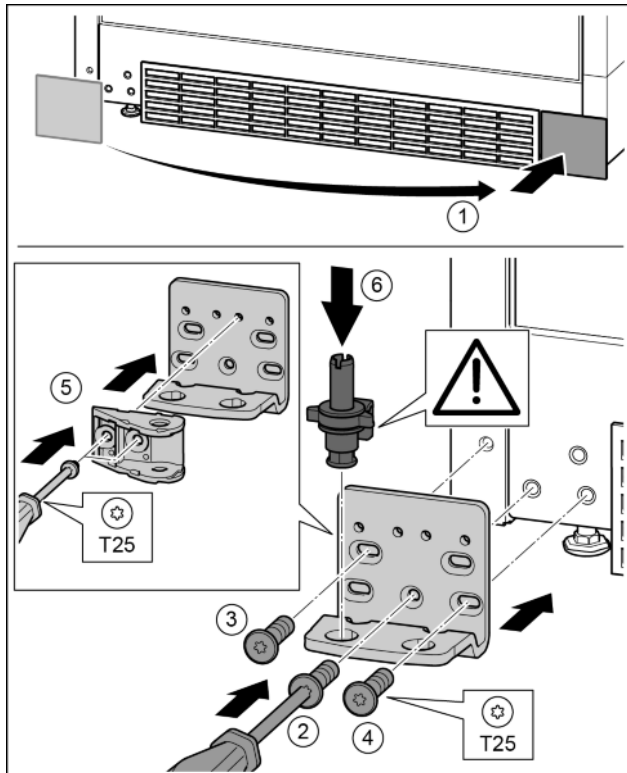

Fig. 34
- ▶ Abdeckung abnehmen und auf der anderen Seite anbringen. Fig. 34 (1)
- ▶ Lagerbock auf der anderen Seite ansetzen und mit Hilfe eines Schraubendrehers T25 anschrauben. Mit Schraube 2 unten in der Mitte beginnen. Fig. 34 (2)
- ▶ Schraube 3 und 4 festschrauben. Fig. 34 (3, 4)
- ▶ Schließdämpferverbindung um 180° drehen. Auf der anderen Seite des Lagerbocks mit Schraubendreher T25 anschrauben. Fig. 34 (5)
- ▶ Lagerbolzen komplett einsetzen. Dabei darauf achten, dass der Rastnocken nach hinten zeigt. Fig. 34 (6)